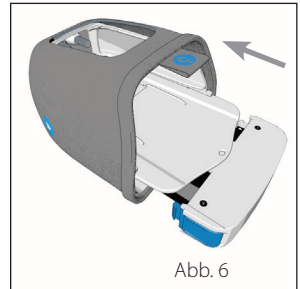

Abb. 6
1. Schieben Sie die **Batterie** mit dem **Einsatz** in das untere Fach des **PowerShell**, bis der **Einsatz** hörbar einrastet. (Abb. 6)